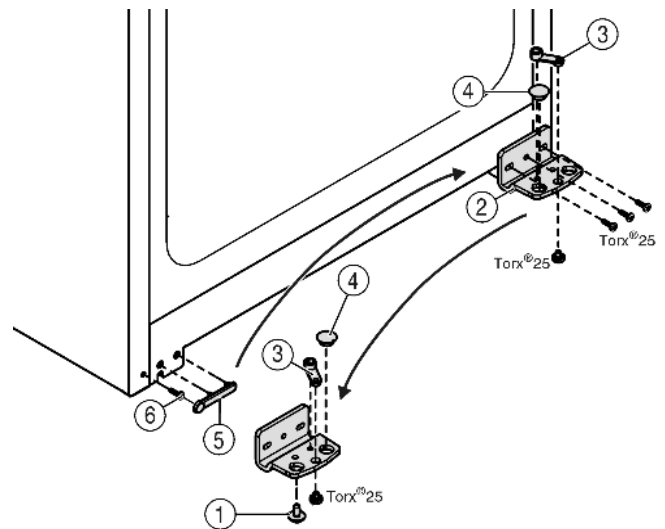

Fig. 7
- ▶ Lagerbock Fig. 7 (2) abschrauben.
- ▶ Lagerteil Fig. 7 (3) abschrauben und in das gegenüberliegende Aufnahmeloch des Lagerbocks umsetzen, wieder festschrauben.
- ▶ Stopfen Fig. 7 (4) aus dem Lagerbock herausnehmen und in das gegenüberliegende Aufnahmeloch des Lagerbocks umsetzen.
- ▶ Griffseitige Abdeckung Fig. 7 (5) vorsichtig abheben.
- ▶ Schraube Fig. 7 (6) herausdrehen und auf der Gegenseite wieder einsetzen.
- ▶ Abdeckung Fig. 7 (5) wieder aufsetzen.
- ▶ Lagerbock Fig. 7 (2) auf der neuen Scharnierseite **fest (mit 4 Nm)** ggf. mit Hilfe eines Akkuschaubers wieder festschrauben.